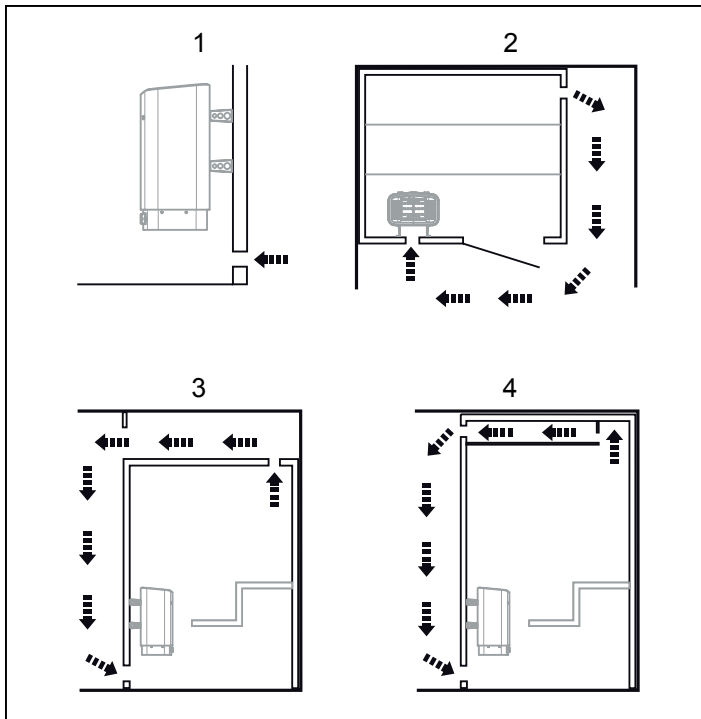

Abb. 4: Position des Zu- und Abluftventils
- Mit größtmöglichem Abstand zum Zuluftventil, z. B. diagonal gegenüber, siehe Abb. 4.
- Oben an der Wand oder an der Decke, siehe Abb. 4.